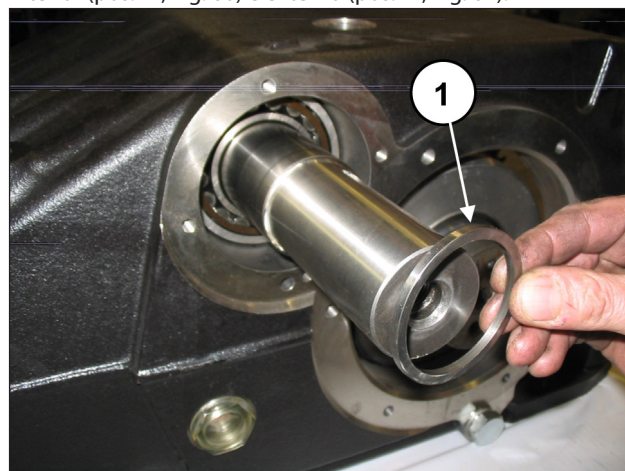
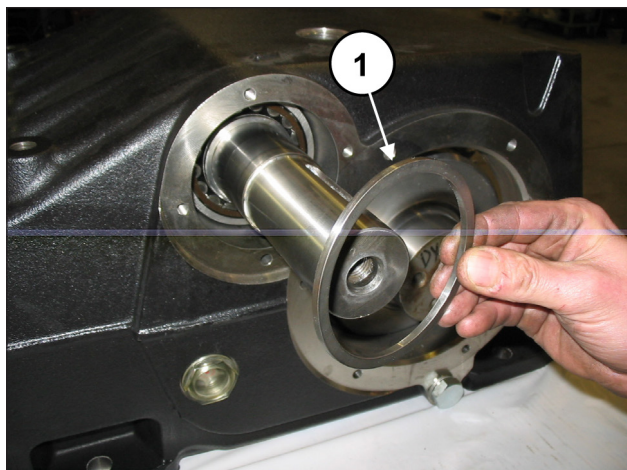

Fig. 60
Fig. 61
Em ambos os lados, insira os espaçadores do rolamento interior (pos. ①, Fig. 60) e externo (pos. ①, Fig. 61).